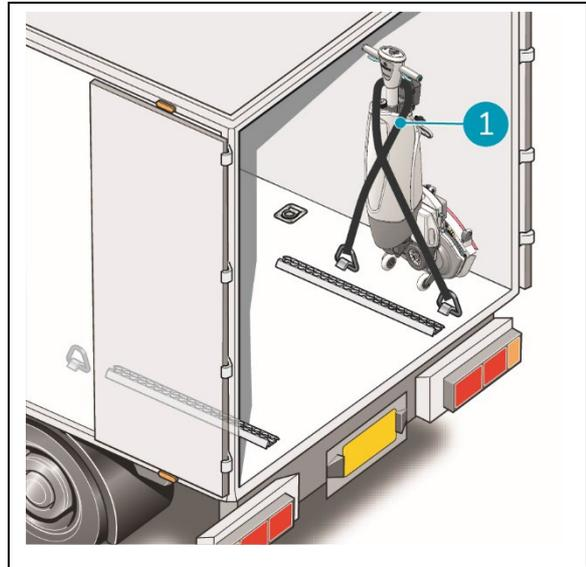

Abbildung 8
5. Sichern Sie den i-mop mit einem Spanngurt oder einer anderen geeigneten Rückhaltevorrückung (Abbildung 8, Pos. 1).